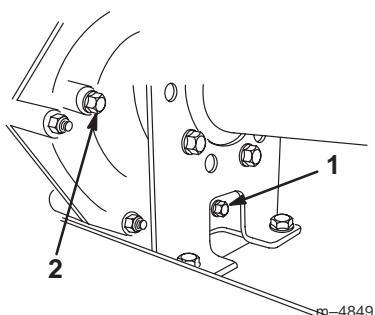
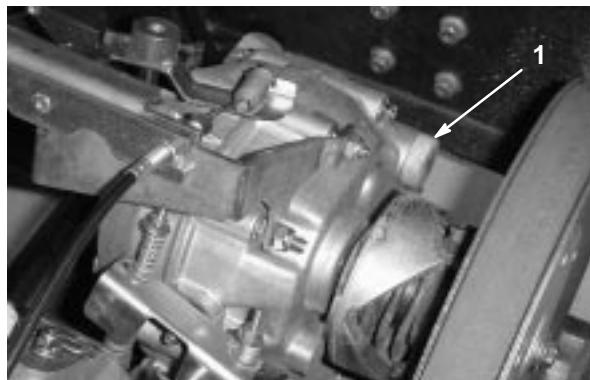

Figure 40
Figure 41
- Enlevez le bouchon de vidange sur le côté droit du réservoir (Fig. 40) et laissez l'huile s'écouler dans un bac de vidange. Revissez le bouchon de vidange en place lorsque toute l'huile s'est écoulée.
- Versez environ 1,4 l d'huile moteur SAE 10W30 dans le réservoir (Fig. 41) ou faites l'appoint jusqu'à ce que le niveau atteigne le bas du trou d'indication de niveau (Fig. 40).